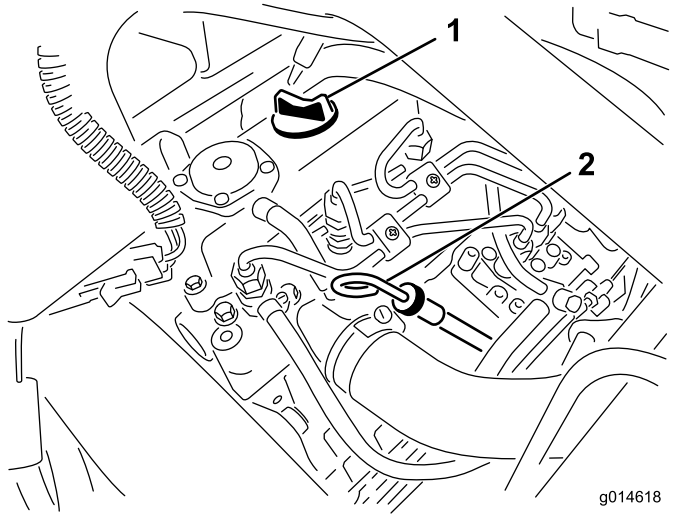

图28
2. 取出量油尺、用干净的抹布擦拭（图28）。将量油尺插入量油尺管道中、并确保它完全插入。从量油尺管道取出量油尺、查看油位。如果油位较低、请从气门室盖上拆下加油颈盖、然后缓慢添加足够机油、将油位水平提高到量油尺上的 Full（已满）标记。在此过程中应缓慢添加机油并不时检查油位。**切勿过量添加。**